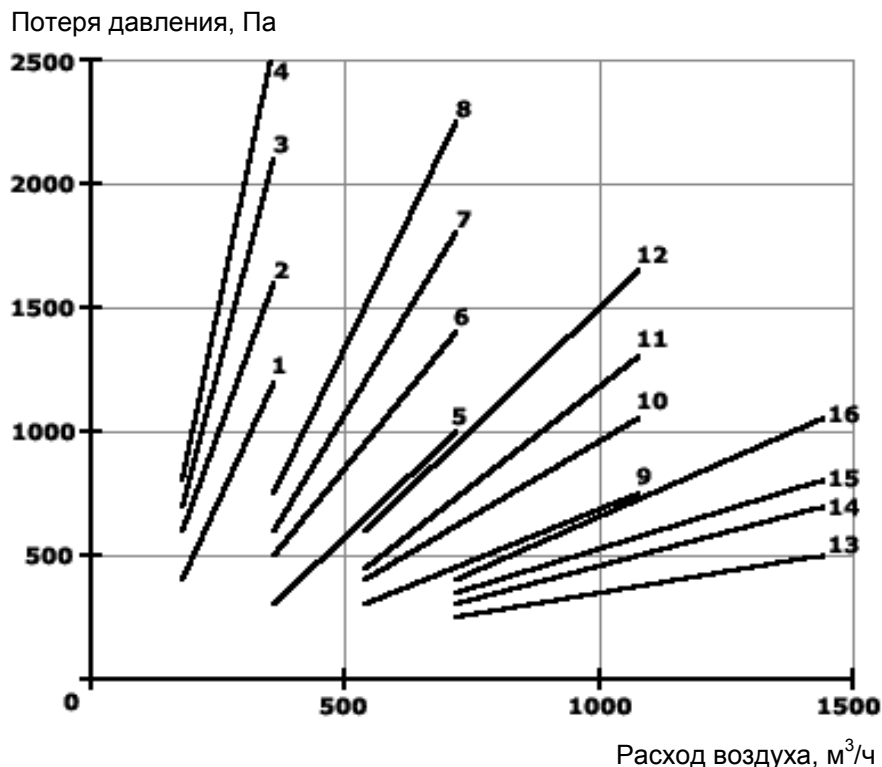

Рис. 2.3
2.4. Аэродинамическая характеристика вытяжной катушки SER с полностью размотанным термостойким гофрированным шлангом EH-PV приведена на рис. 2.3.